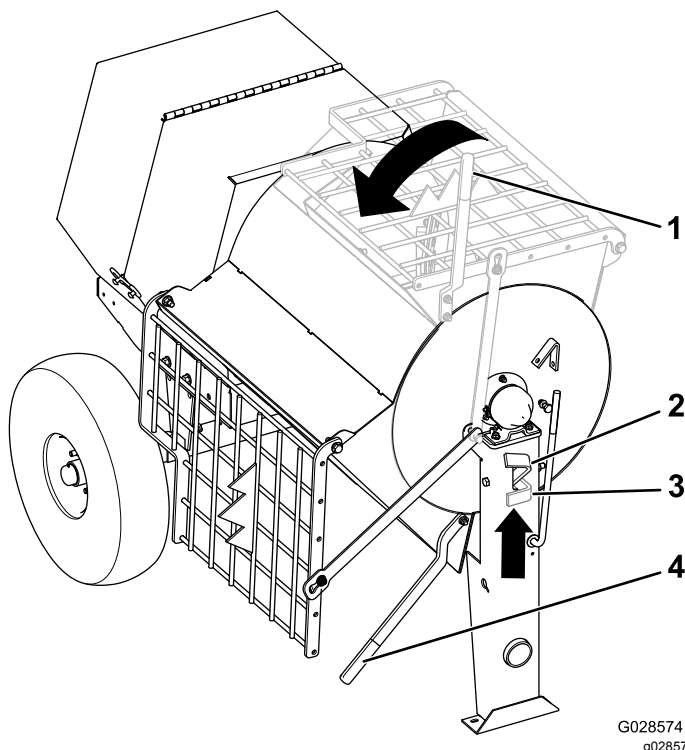

Figure 34
2. Saisissez la poignée de vidage de la main gauche (Figure 34).
3. Levez la poignée du verrou de la cuve (Figure 34).
4. Placez les deux mains sur la poignée de vidage et tournez-la dans le sens antihoraire pour décharger le contenu de la cuve (Figure 34).
5. Tournez la poignée de vidage **dans le sens horaire** jusqu'à ce que le verrou de la cuve bloque celle-ci en position redressée (Figure 34).